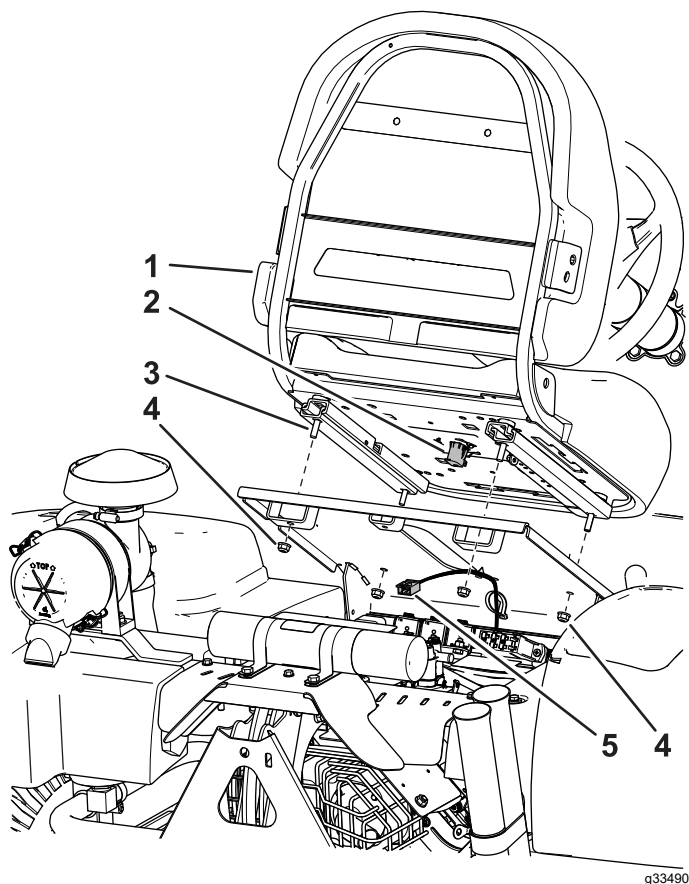

Рисунок 4
3. Прикрепите сиденье к его основанию с помощью 4 ранее снятых гаек; см. Рисунок 4.
4. Найдите жгут проводов машины и подсоедините его к переключателю сиденья (Рисунок 4).